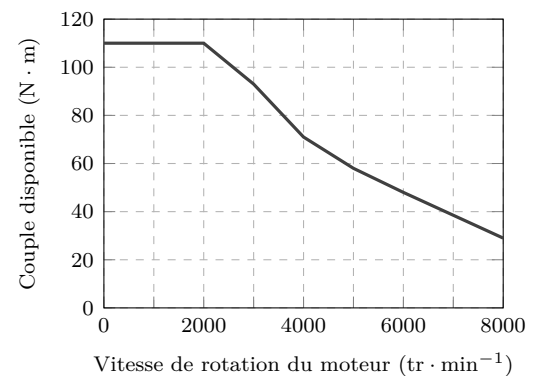

Figure 5
6. Sur la figure 5, on a tracé pour $0 < n < 8\,000 \text{ tr} \cdot \text{min}^{-1}$ la caractéristique du couple disponible en fonction de la vitesse de rotation du moteur n en tours par minute. Quels sont les avantages liés à la traction d'un véhicule électrique mis en évidence par cette caractéristique de couple ?